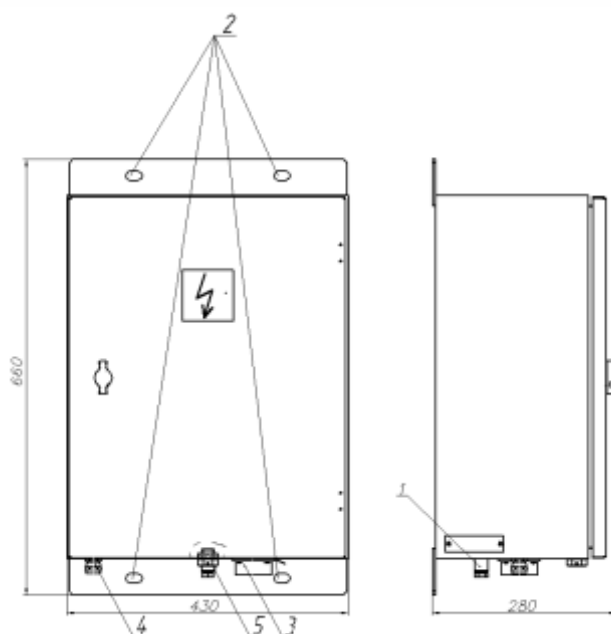

Рисунок 10
1.5.4. В корпусе ШУ предусмотрены крепёжные отверстия для его установки на опоры ВЛ. В нижней части корпуса имеется приваренная бобышка для организации заземления (рис. 10).
Для вывода антенны модема предусмотрено отверстие с установленным гермовводом в нижней части ШУ (рис.10).